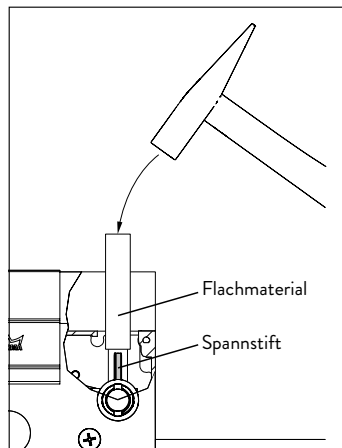

Abb. 6 Spannstift einschlagen
4. Dafür den Spannstift an seiner Position platzieren (Abb. 6).
5. Den Stift mit einem Flachmaterial und einem Hammer bündig in das Basis-Schloss einschlagen (Abb. 6).